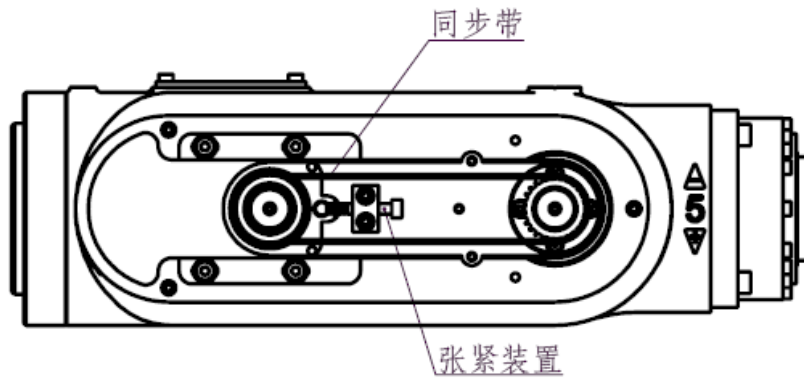

图 4.4 SA1400/SA1800 手腕同步带结构图
3. SA1400/SA1800 机器人手腕处同步带结构如图 4.4 所示。更换同步带时，必须使皮带的张力降到最低，才能取出，严禁同步带在有高张力的情况下，利用非专业的工具硬性撬下来。